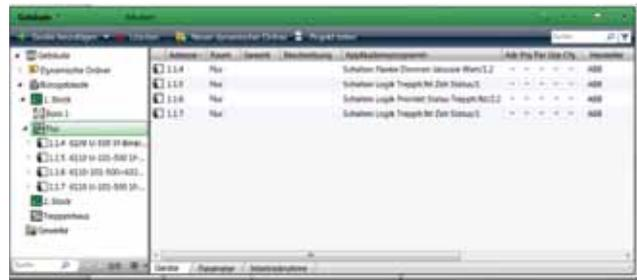

Bild 19. Gebäudestruktur mit Geräten
- Abbilden der Struktur des Gebäudes und der vorhandenen Geräte (Bild 19); Festlegen der Gebäudestruktur und der Bustopologie; hierbei werden aus der Datenbank die benutzten Geräte gefiltert und die physikalischen Adressen der Geräte vergeben.